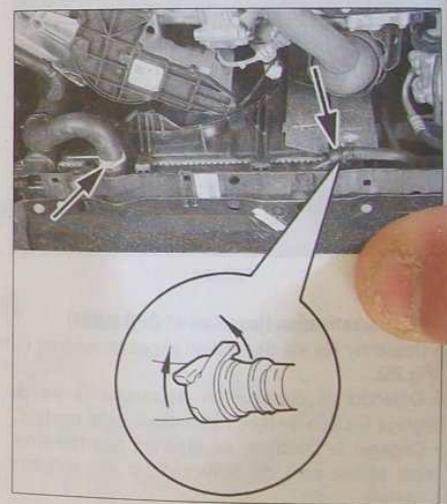

FIG. 30
- Débrancher les durits inférieures sur le radiateur de refroidissement et les diriger vers un bac de récupération (Fig.30).
- Rebrancher les durits inférieures sur le radiateur de refroidissement (Fig.30).